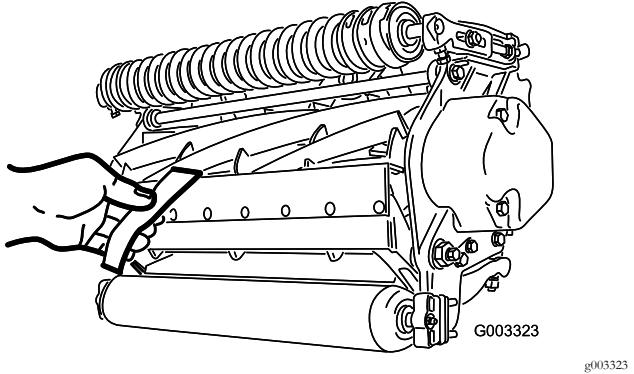

图12
- 在滚刀与底刀间插入一长条剪切性能纸 Toro 零件号 125-5610 纸要与底刀垂直检测剪切性能 图12。缓慢向前旋转滚刀滚刀应剪切检测纸。